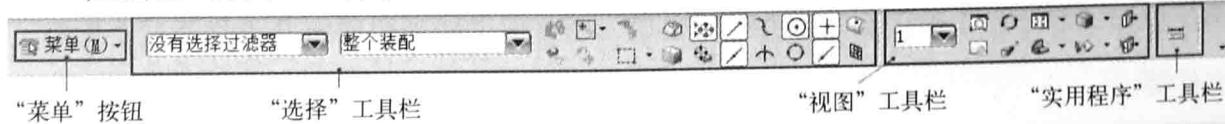

图 1-4 上边框条的组成
- 上边框条：上边框条位于功能区的下方、图形窗口的上方，由“菜单”按钮、**“菜单 (M) · 没有选择过滤器 整个装配**”、“选择”工具栏（可简称为选择条）、“视图”工具栏和“应用程序”工具栏组成，如图 1-4 所示。